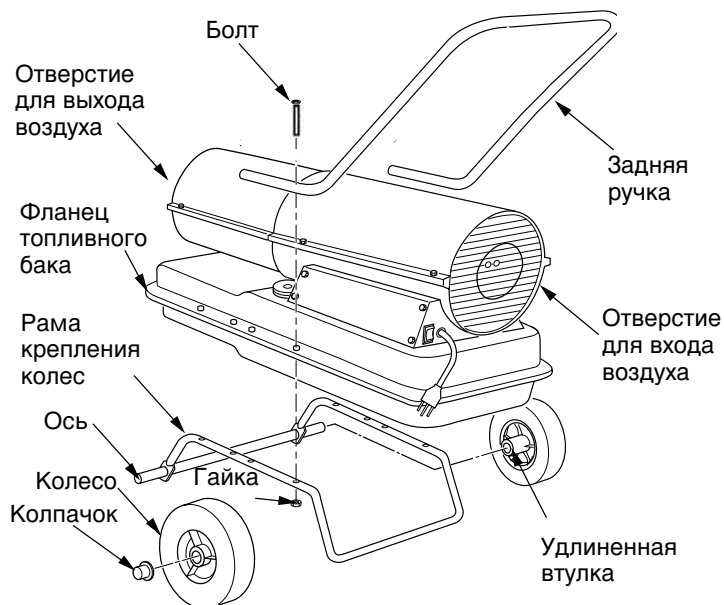

Рис. 3. Сборка колес и ручек; только для нагревателей мощностью 30 и 44 кВт
1. Вставьте ось в раму крепления колес. Наденьте колеса на ось. **ВАЖНО!** При установке колес удлиненные стороны втулок должны быть направлены к раме крепления колес (см. рис. 3).